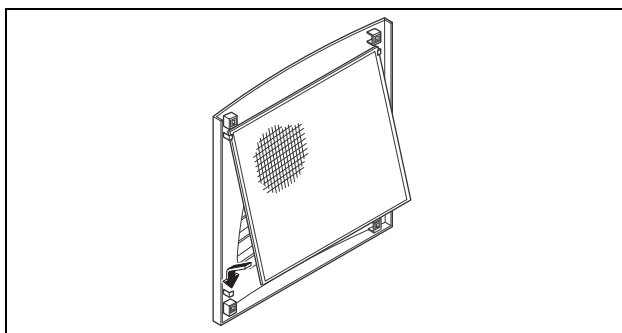

Imagen 16: Montaje de la estera filtrante
- Introduzca la estera filtrante, según se muestra en la imagen 16, en la rejilla y vuelva a insertarla en la caja.